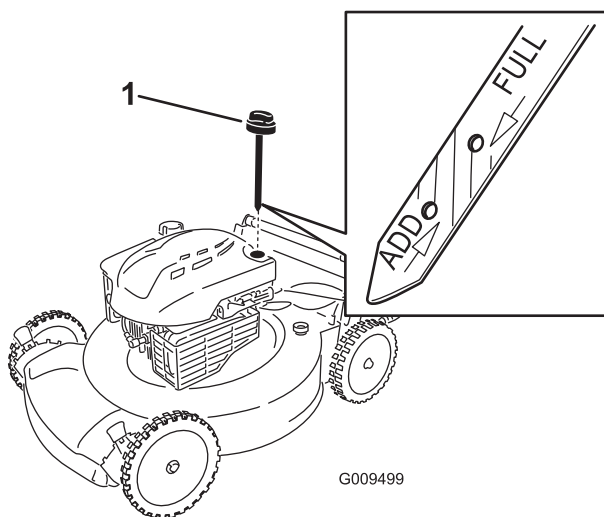

Figure 5
2. Retirez la jauge (Figure 5) et versez de l'huile dans le tube de remplissage pour remplir le carter moteur aux 3/4.
5. Sortez de nouveau la jauge et vérifiez le niveau d'huile ; voir Figure 5.